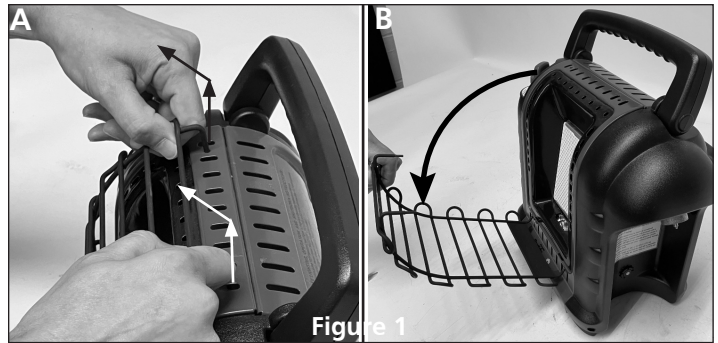

Figure 1
- Pour retirer le ventilateur, suivre les instructions ci-dessus pour ouvrir la grille protectrice et suivre les étapes inverses de sa fixation. Voir les figures 1 à 3.